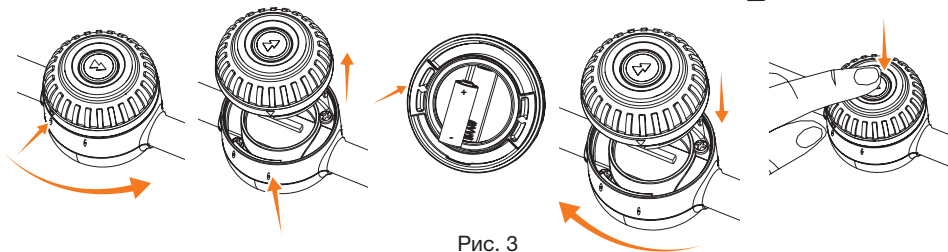

Рис. 3
- Открутите крышку в направлении значка  (Рис. 3).